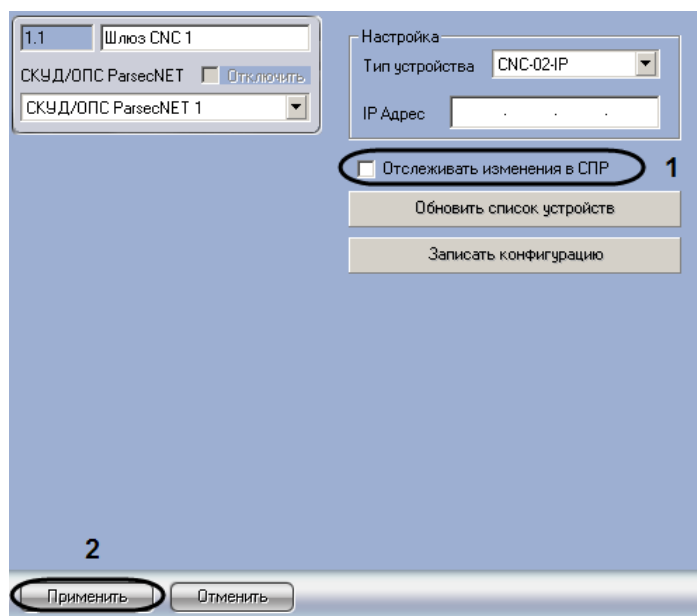

Рис. 3.3—9 Настройка динамической пересылки параметров доступа в контроллеры
1. Перейти на панель настроек объекта **Шлюз CNC**, соответствующего Ethernet-шлюзу или ЦКС, к которому подключены требуемые контроллеры (Рис. 3.3—9).
2. Для активации динамической пересылки параметров доступа в контроллеры установить флажок **Отслеживать изменения в СПР** (см. Рис. 3.3—9, 1).
3. Нажать кнопку **Применить** (см. Рис. 3.3—9, 2).